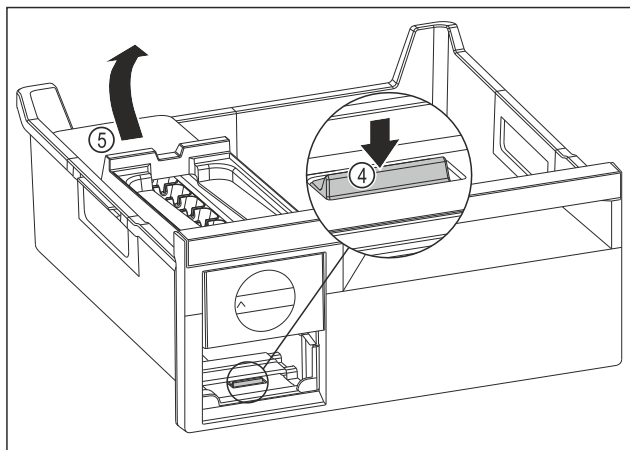

Fig. 105
- ▶ EasyTwist-Ice-Körper entnehmen: Lasche Fig. 105 (4) mit Finger nach unten drücken und gleichzeitig mit der anderen Hand den EasyTwist-Ice-Körper Fig. 105 (5) von hinten anheben.